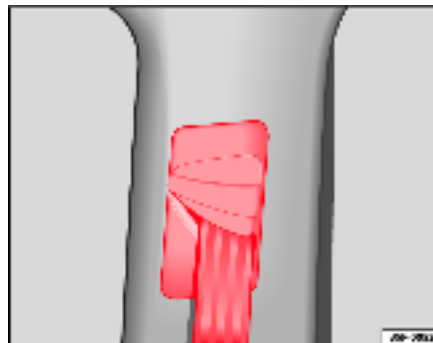

Fig. 17 Emplacement de montage du dispositif de réglage en hauteur des ceintures
- Appuyez sur le haut de la ferrure d'inversion et maintenez celle-ci dans cette position ⇒ fig. 17.